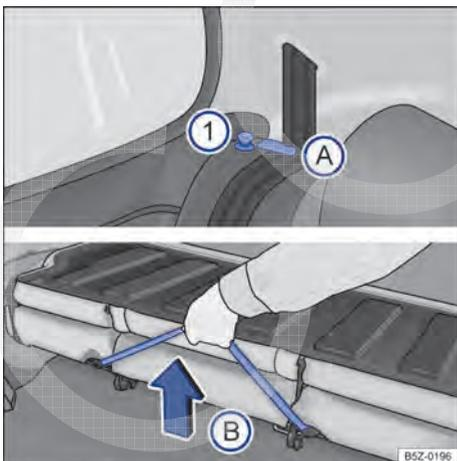

Fig. 65 Banco traseiro: pinos de destravamento (1); posicionador para os cadarços dos cintos (A); alça para destravamento do conjunto do assoalho (B).
- Posicionar os cadarços dos cintos de segurança nos seus respectivos posicionadores → Fig. 65 (A).
- Levantar o pino → Fig. 65 (1) de destravamento em ambos os lados para cima e, ao mesmo tempo, rebater o encosto do banco traseiro para frente.
- Puxar a alça → Fig. 65 (B) para destravar o conjunto do assoalho e, ao mesmo tempo, levante-o **cuidadosamente** na direção dos bancos dianteiros.
- Segurar o banco traseiro pela alça → Fig. 65 (B) e, soltar de uma altura de 15 cm.
- Retirar os cadarços do cinto de segurança do posicionadores → Fig. 65 (A). Para veículos com cintos de três pontos fixos, recolocar as linguetas nos respectivos fechos.